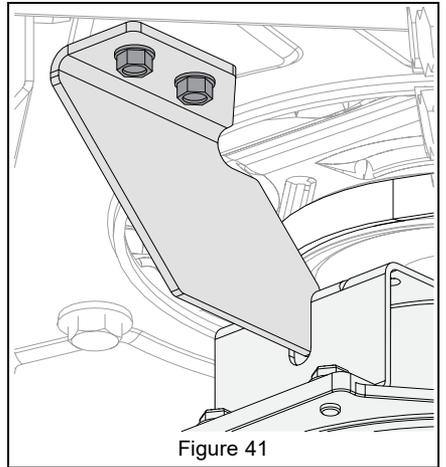

Figure 41
4. Remonter le support de butée de l'embrayage et le fixer avec la visserie retirée auparavant. Voir Figure 41.